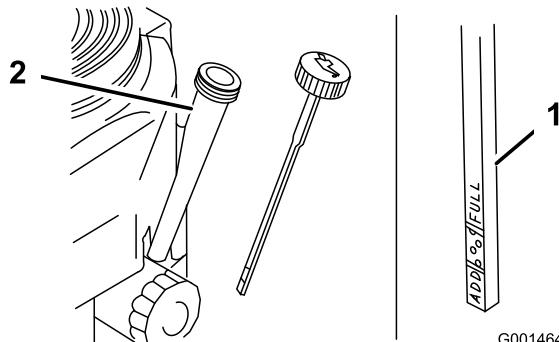

Figure 32
- Nettoyez la surface autour de la jauge d'huile (Figure 32) pour éviter de faire tomber des impuretés dans l'orifice de remplissage, ce qui endommagerait le moteur.
- Retirez la jauge d'huile et essuyez soigneusement son extrémité (Figure 32).
- Remettez la jauge au fond du tube de remplissage, mais sans la visser (Figure 32).
8. Versez avec précaution environ 80 % de la quantité d'huile spécifiée dans le goulot de remplissage (Figure 32).